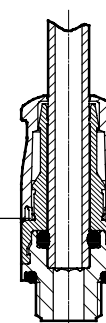

Figure 3
- 4) Appuyer sur la douille jusqu'à la butée 2 de la pince de serrage [7], jusqu'à ce qu'un déclic indique qu'elle est encliquetée (→ Fig. 3). La douille fermée appuie les segments de la pince de serrage contre le tuyau en plastique et le maintient ainsi en place.